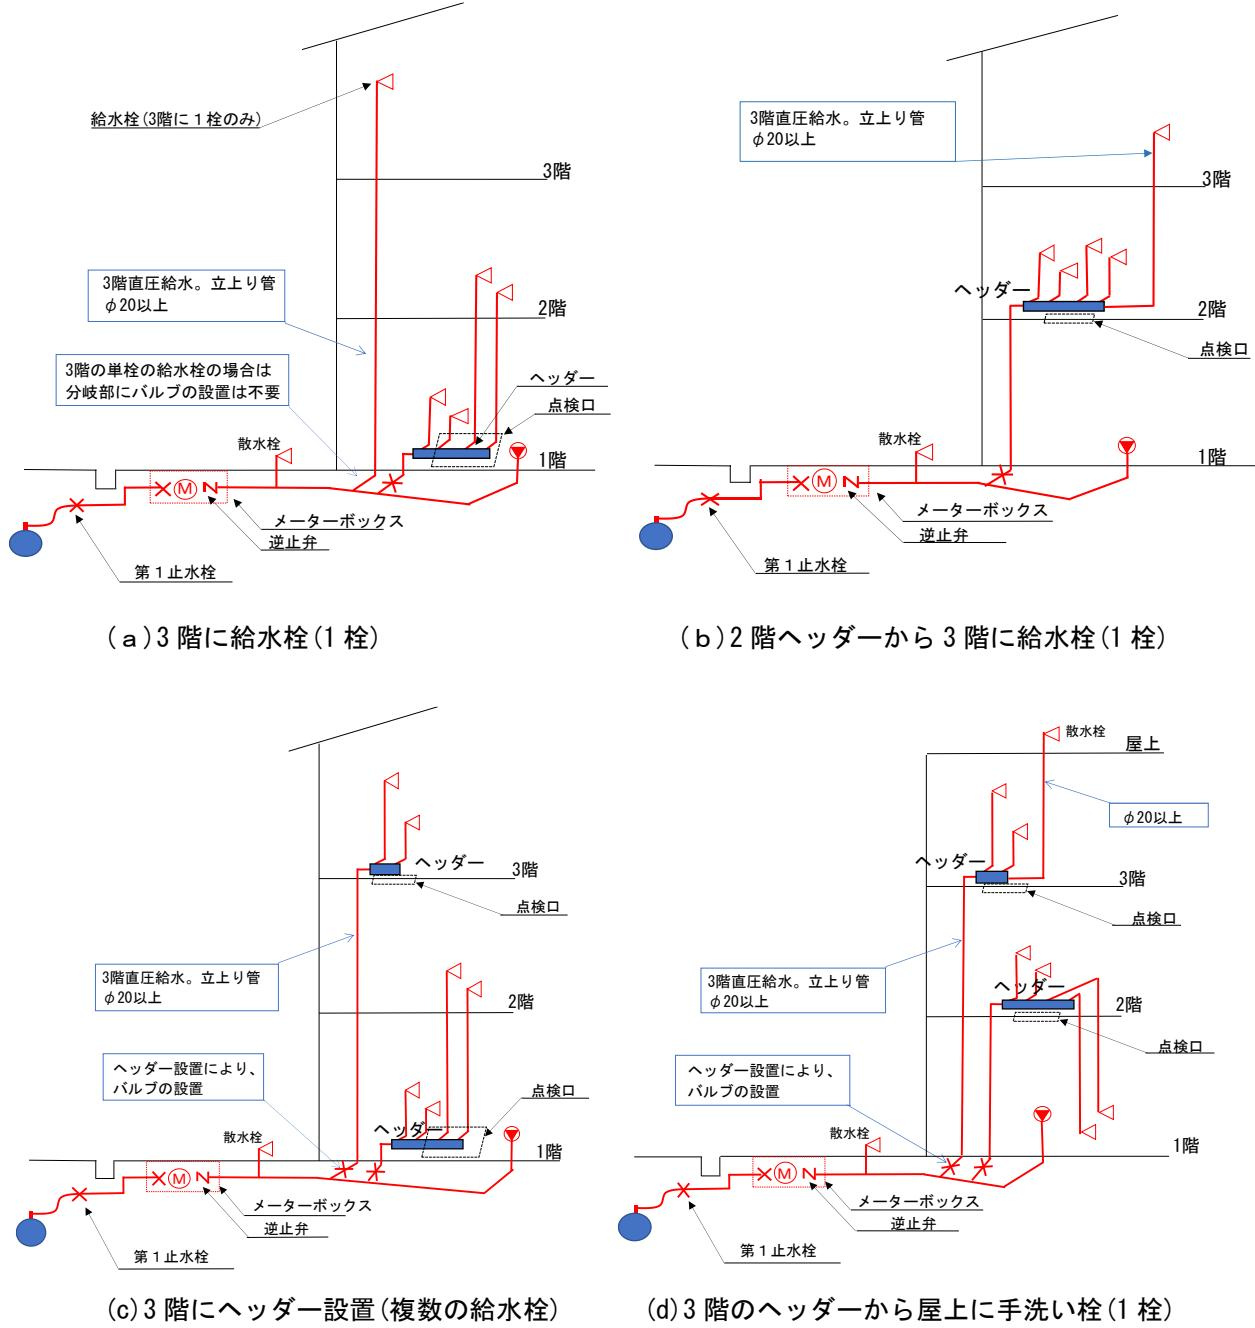

図4-3 ヘッダー工法による3階直結直圧の配管例
(1) 留意事項
- ① 一戸建て住宅は、さや管ヘッダー方式で配管し、ヘッダーの付近に点検口を設ける。
- ② さや管ヘッダー方式には屋外にバルブを設置し、そのバルブ先からヘッダーの間は分岐しない。なお、3階部にヘッダー先（ $\phi 20$ ）から1栓立ち上げてよい。（図4-3(b)）
- ③ 設計図にヘッダーの点検口を図示し、材料表にヘッダーの口数を記入する。
(2) ヘッダー工法による配管例（図4-3）